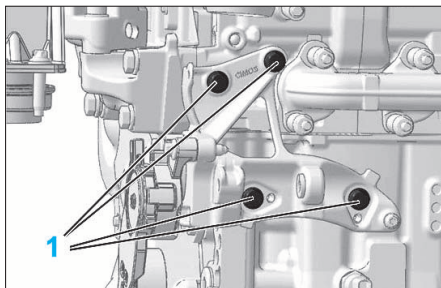

FIG. 69
- Déposer les vis de fixations (1) puis le support multifonction (Fig.69).